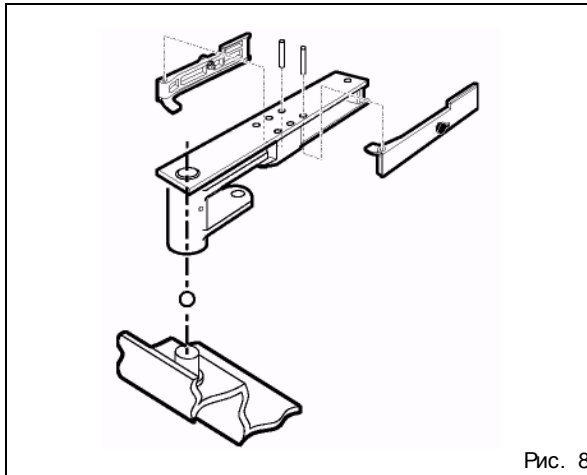

Рис. 8
- 1) Отпирающие рычаги крепят на опорной планке, которую ставят на шарнир монтажного бокса, предварительно опустив туда шарик (рис. 8).